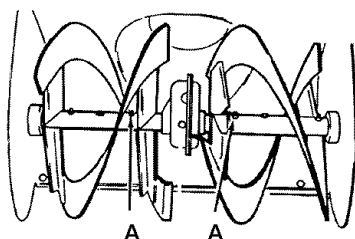

Figura 72
1. Lubrique los **accesorios Zerk (A)** cada diez horas con una pistola engrasadora.
2. Cada vez que cambie un perno de seguridad, engrase también el eje de la barrena. Vea la Figura 72. Consulte **"Cómo reemplazar los pernos de seguridad de la barrena"** en la sección de **Servicio y Ajustes.**